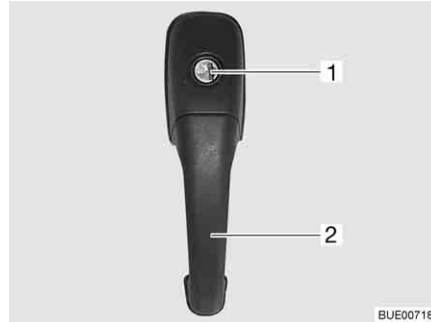

Bild 56 Dörrlås ingångsdörr, utsida
- Stick in nyckeln i låscylindern (Bild 56,1) och vrid den ända tills dörrlåset har låsts upp.
- Drag i dörrhandtaget (Bild 56,2). Dörren är öppen.
- Stick in nyckeln i låscylindern (Bild 56,1) och vrid den ända tills dörrlåset har låsts.